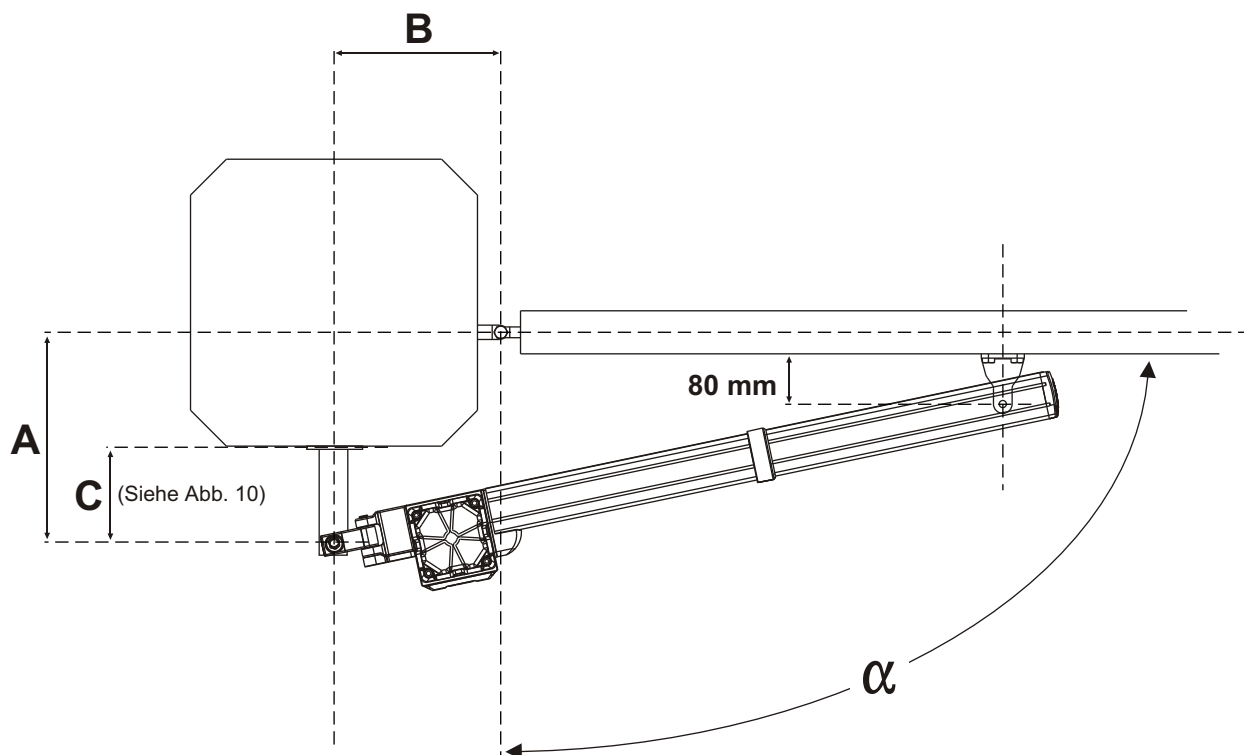

Abb. 8
**2.2.** Den hinteren Bügel (Abb. 7) an die Platte schweißen und dabei die in Abb. 8 und 9 angegebenen Maße berücksichtigen. Wenn nötig den Bügel kürzen, jedoch darauf achten die Mindestlänge von 60 mm (Abb. 10) nicht zu unterschreiten.